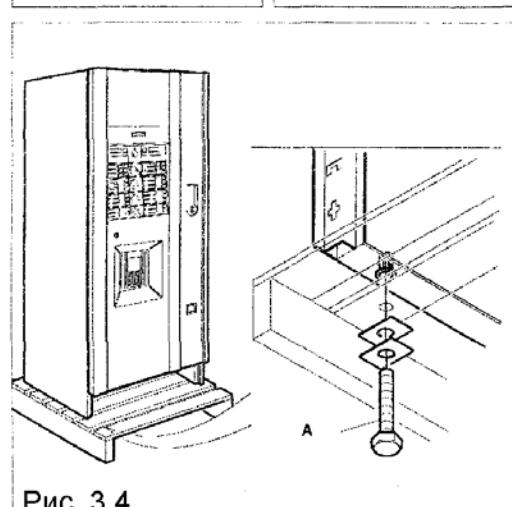

Рис. 3.4
- Снимите автомат с транспортировочного поддона, открутив винты (A), которые крепят фиксирующие призматические эккеры к поддону (рис. 3.4).